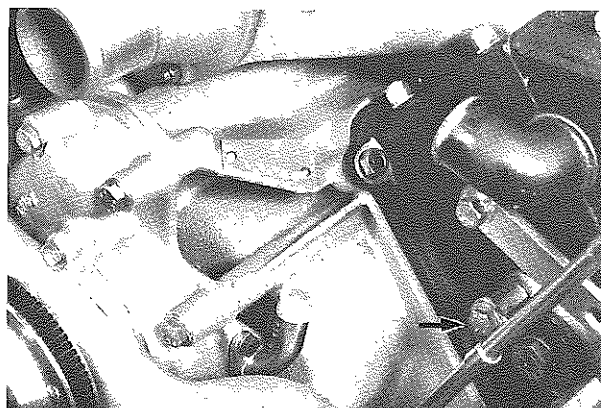

Fig. 31 - Viti asta livello olio
- Allentare la fascetta di sostegno della guaina asta livello olio sul tendicatena sinistro (**Fig. 31**).
- Loosen oil dipstick sheath clamp on left chain stretcher (**Fig. 31**).